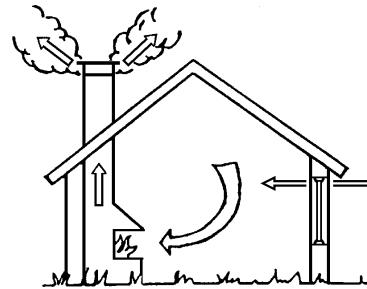

Fig. 8
### Ildsted, komfyrvætrekk, tørketrommel etc. (Fig. 8)
### Eldstad, spiskåpa, torktumlare mm (fig. 8)
**Holzöfen, Kamine, Dunstabzugshaube, Wäschetrockner... (Fig.8)**
**Fireplace, kitchen ventilator, tumble dryer etc. (Fig. 8)**